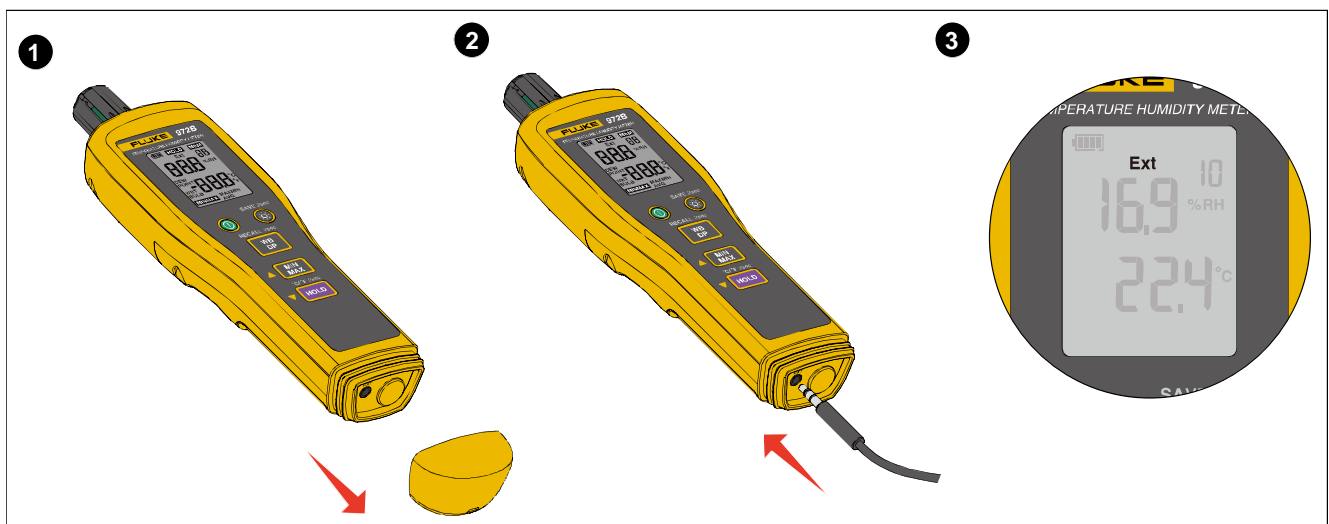

图 9. 连接外置传感器
4. 检查确认检测仪屏幕上出现外置传感器标识 **Ext**。见 图 9 中的 ③。